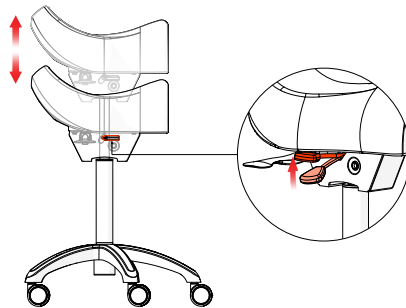

Abb.27
- Ziehen Sie den Griff **A** (Abb. 27) nach oben
- Drücken Sie den Griff **B** (Abb. 27) nach unten und halten ihn dort fest.
- Ziehen Sie den Griff **B** (Abb. 27) wieder nach oben.